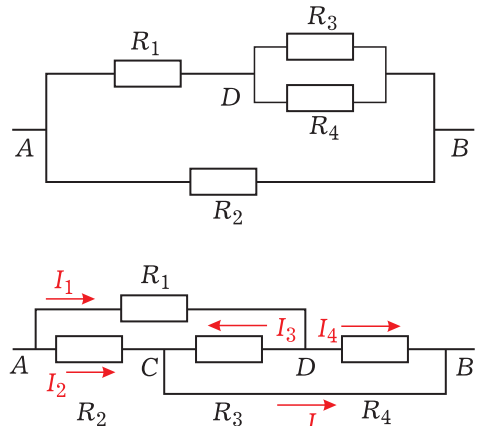

Рис. 12. К решению задачи 3
**Решение.** Перечертим схему в другом виде (рис.12):